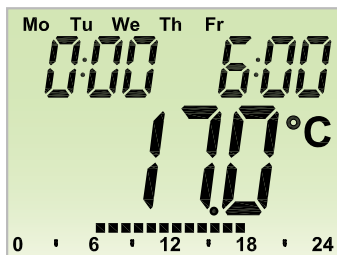

Bild 4: Im Wochenprogramm sind die Werktage ausgewählt
- Im Display erscheint „dAy“; mit dem Stellrad sind ein einzelner Wochentag, alle Werktage, das Wochenende oder die gesamte Woche auswählbar (Beispiel in Bild 4)